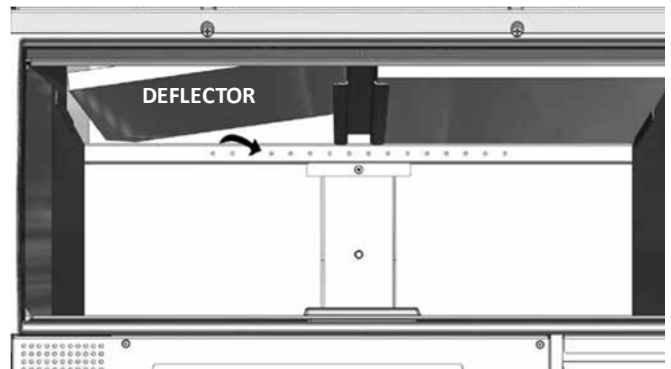

FIG. 7 - Nature 100
**Modelo Nature 100:** Deslizar el deflector hacia arriba por la zona central como se describe en la figura, levante más un lateral que el otro hasta que sea posible bajarle entre las dos sufrideras y sacarle del hogar. Preste atención la vermiculita es frágil (Fig. 7).